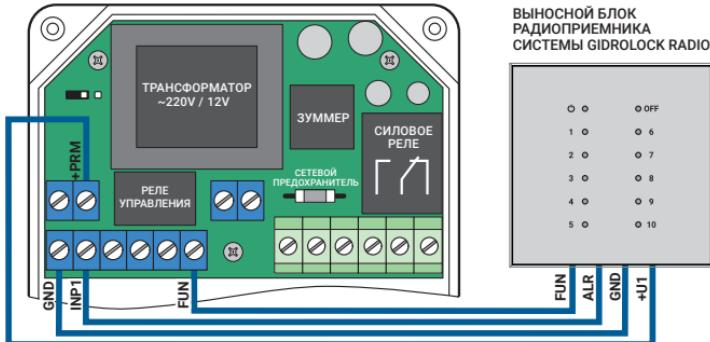

Рис. 8. Схема подключения выносного радиоприемника системы GIDROLOCK RADIO
– функция «автопроворот» отключена. Это дает возможность использовать блок управления, например, совместно с рабочей скважинного насоса, где автопроворот не нужен (рис. 8);
**6.6. Рис. 8. Схема подключения к блоку управления выносного блока радиоприемника системы GIDROLOCK RADIO для использования радиодатчиков протечки воды WSR. К одному радиоприемнику можно подключить до 10 беспроводных радиодатчиков GIDROLOCK WSR.**